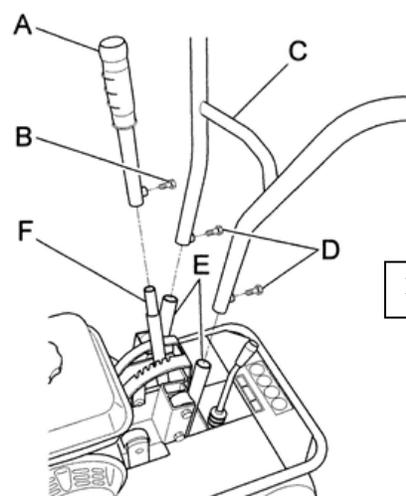

Рис. 3
ПРЕДУПРЕЖДЕНИЕ! Во время работы дерн срезается полосами. Если во время работы колеса дернореза начали проскальзывать, рекомендуем отрегулировать глубину резания специальным рычагом (рис. 3, поз. А). Если после регулировки проскальзывание не устранено, проверьте состояние грунта. Если грунт слишком сухой, смочите его, чтобы лезвия машины работали с небольшим сопротивлением. Это поможет облегчить процесс работы.
-Поднимите рукоятку (рис. 3, поз. С) и вставьте ее в опору, показанную на рис. 3, поз. Е. Выберите нужную высоту резания и зафиксируйте ее с помощью прилагаемых винтов (рис. 3, поз. D).
-Наденьте наконечник ручки регулировки высоты резания (рис. 3, поз. А) на соответствующий рычаг (рис. 3, поз. F) и закрепите его прилагаемыми винтами (рис. 3, поз. B).